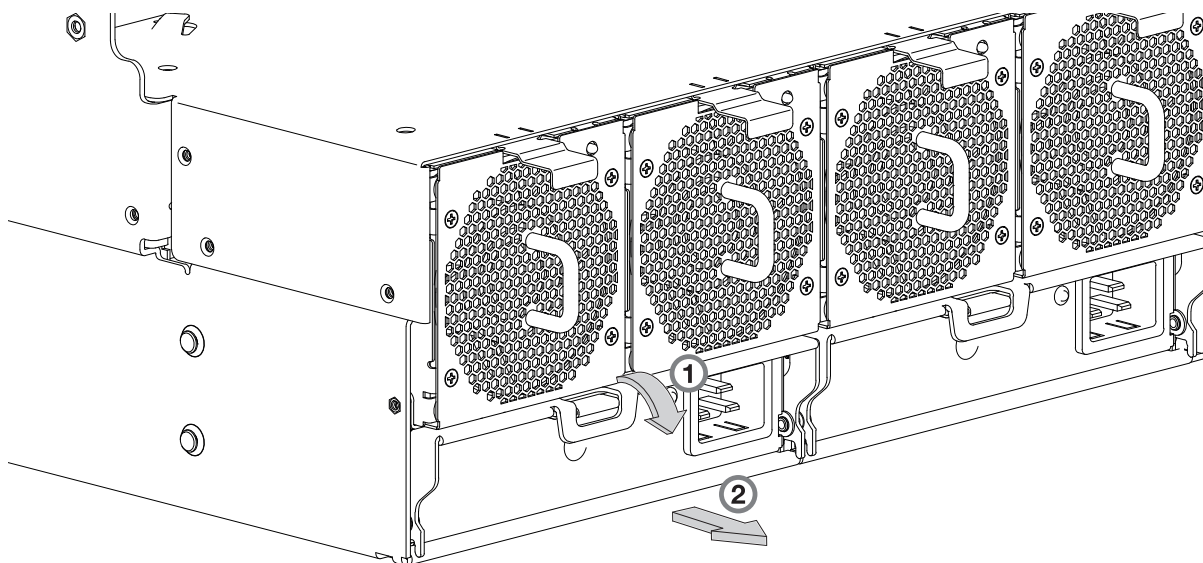
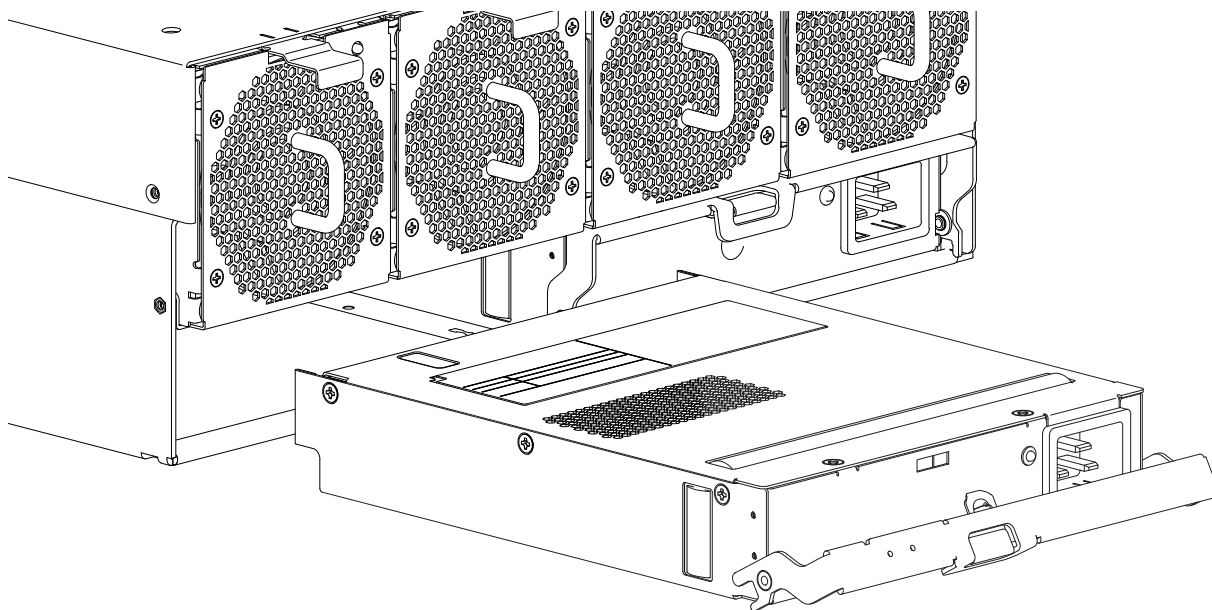

Figura 62. Removendo uma PSU (1 de 2)
Figura 63. Removendo uma PSU (2 de 2)
Gire a alça para fora e para baixo para retirar a PSU do gabinete, conforme mostrado na Figura 62.
8. Aperte a alça e retire a PSU, tomando o cuidado de segurar a base do módulo com as duas mãos conforme a remove do gabinete, conforme mostrado na Figura 63.
Consulte a Figura 62 na página 76 e a Figura 63 na página 76 ao executar este procedimento, mas ignore a seta direcional, pois você irá inserir o módulo no slot em vez de removê-lo.